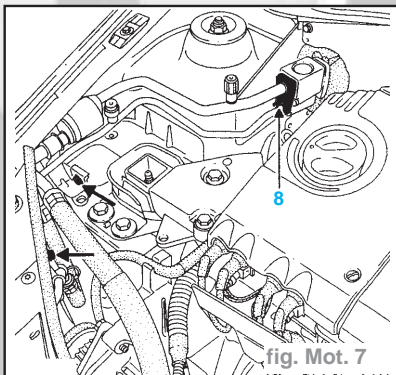

fig. Mot. 7
- les fixations des canalisations de climatisation ainsi que la bride (8) et poser l'ensemble sur le moteur (fig. Mot. 7).